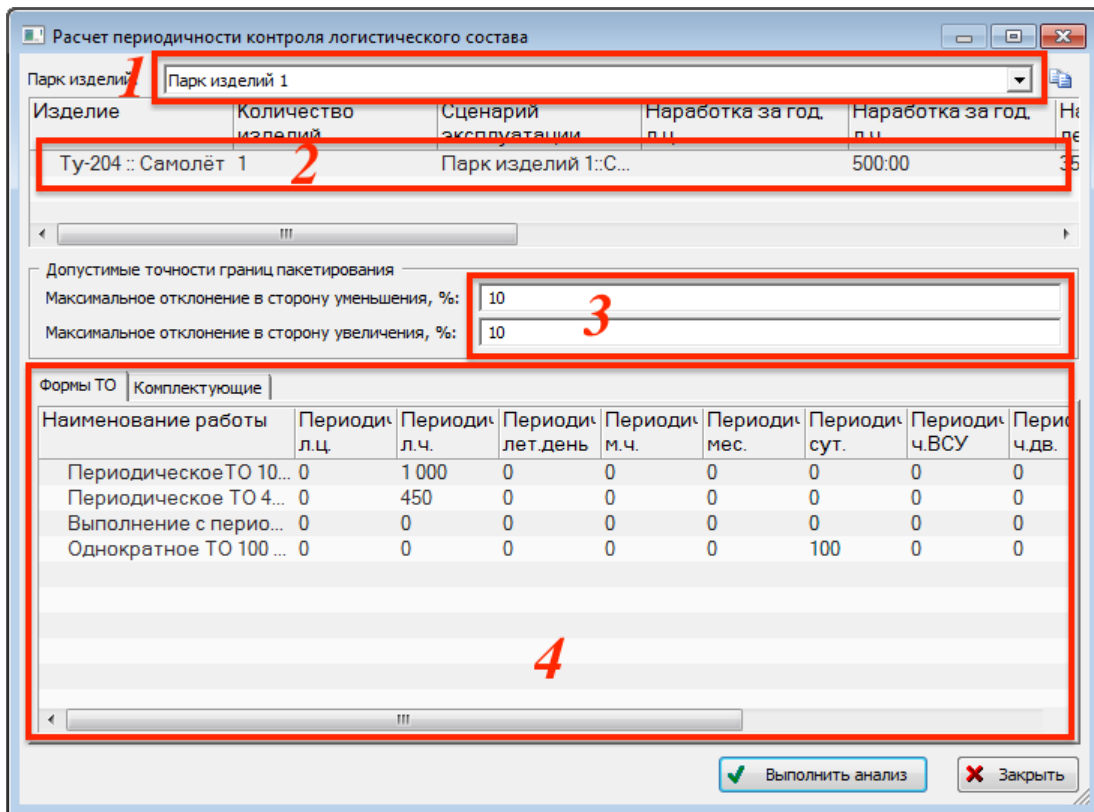
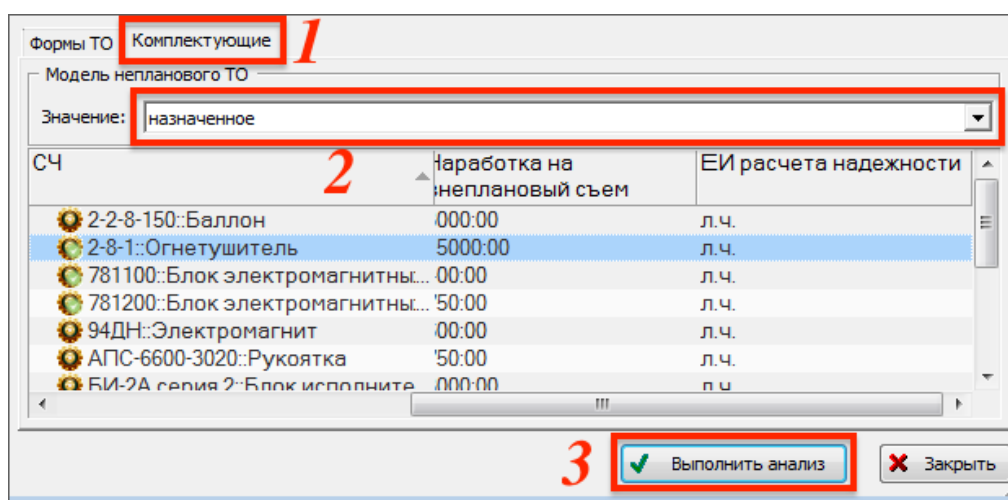

Рис. 11-32 – Диалоговое окно запуска расчета периодичности выполнения работ
Рис. 11-33 – Вкладка «Комплекующие» окна запуска расчета
4) В поле «Парк изделия» (1, рис. 11-32) выбрать парк, который содержит нужный ФИ. Этот ФИ будет указан в таблице «Изделие» (2).
5) В группе полей «Допустимые точности границ пакетирования» указать значения, например, 10% (3).
6) Вкладка «Формы ТО» в нижней части окна содержит список выполняемых видов ТО, перечисленных в сценарии эксплуатации и к которым производится временная привязка работ по контролю компонентов ФИ (4). Значения периодичности выполнения видов ТО могут быть отредактированы.
7) Выбрать вкладку «Комплекующие» в нижней части диалогового окна (1, рис. 11-33). Вкладка содержит перечень всех компонентов, входящих в состав ФИ.